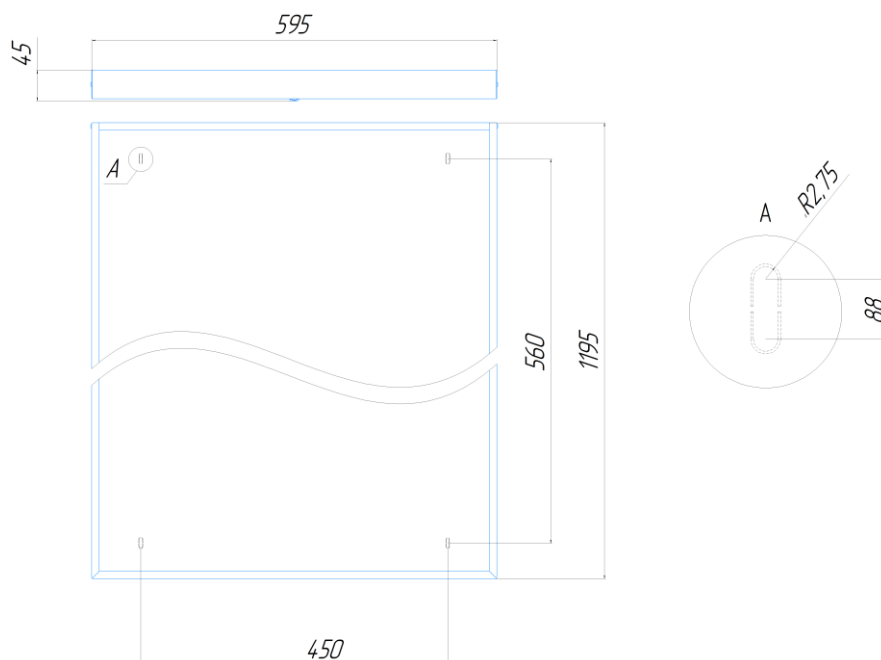

Рисунок 1. Габаритный чертеж и расположение установочных отверстий Esonex Office E 1195x595
5.1.2. Для установки светильника необходимо повернуть торцевую панель и аккуратно снять рассеиватель. Надежно закрепить на ровной поверхности корпус светильника при помощи комплекта креплений, габариты для монтажа см. рисунок 1 и 2.